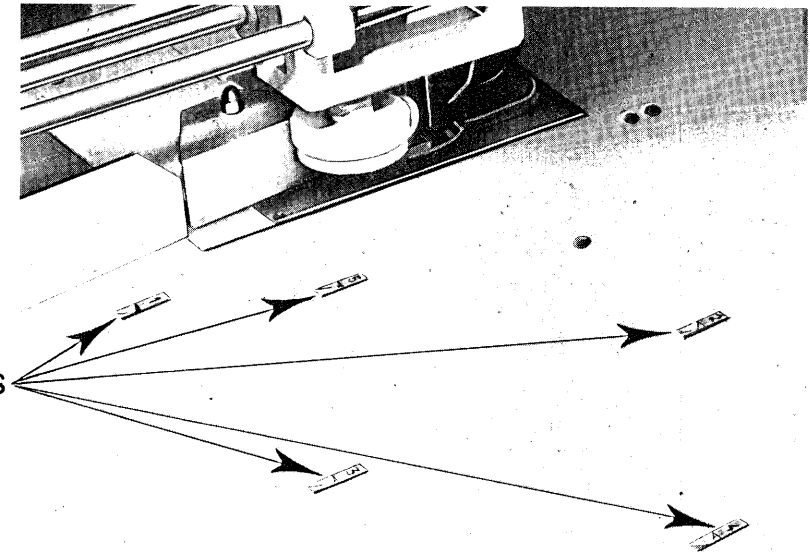

Fig. 4
- 9) Une série de buses soufflées (S fig.4) réglables pour faciliter le glissement du matériel sur le plan de travail
Les souffleurs transporteurs S (fig.4) servent à faciliter le glissement du tissu sur le plan de travail. Ils créent un coussin d'air dans le sens du transport et aident la griffe à faire avancer le tissu parfaitement lisse.